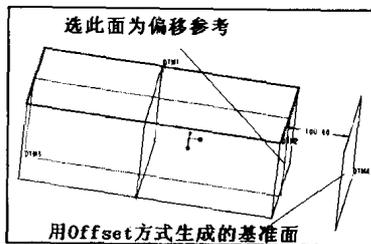

图1-5 【Offset】方式生成基准面
- **【Offset】**: 指定一个平面的偏移量来产生悬浮基准面。这种方式只需要一个约束条件。选择**【Offset】**方式, 然后选取实体的一个平面作为偏移参考, 接着选择**【Enter Value】**命令, 在消息窗口中输入偏移量, 最终将产生一个偏移基准面, 如图1-5所示。